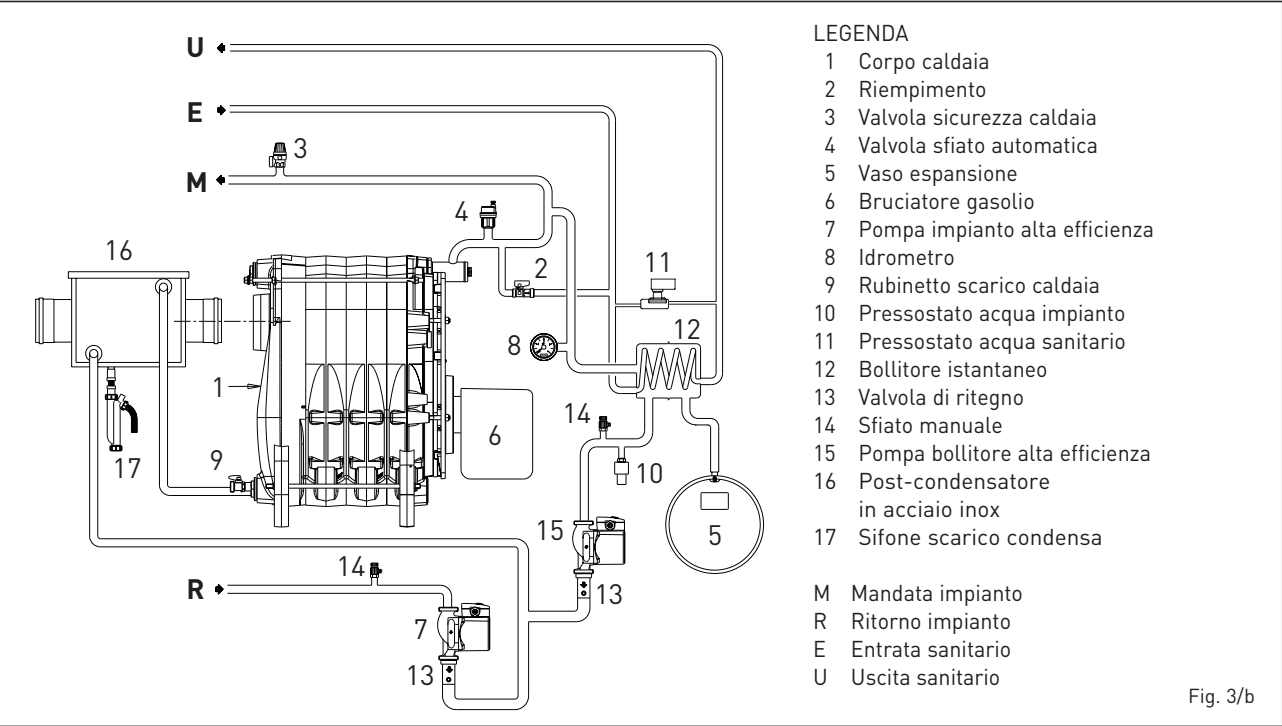

Fig. 3/b
1.5.1 Versione "SOLO HE 25-35 ErP BE" (fig. 3)
1.5.2 Versione "DUETTO HE 25 ErP BE" (fig. 3/a)
1.5.3 Versione “DUETTO HE 35 ErP BE” (fig. 3/b)